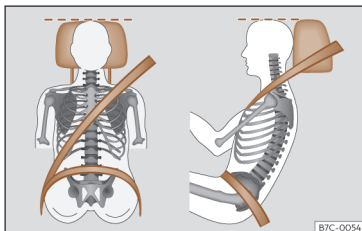

Fig. 15 Faixa do cinto de segurança e encosto de cabeça corretamente regulados.
- Ajuste o encosto de cabeça de modo a que o rebordo superior fique, na medida do possível, alinhado com a parte superior da cabeça, o mais próximo possível da altura dos olhos¹⁾ >>> **Página 121.** Mantenha a nuca o mais próximo possível do encosto de cabeça >>> **Fig. 15.**
tância entre a zona dos joelhos e o painel de instrumentos de pelo menos 10 cm (4 polegadas) >>> **Fig. 15.**